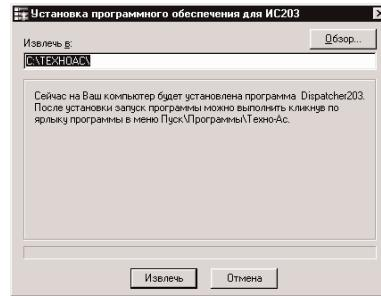

Рис.3
3.3 Для установки программы нужно нажать кнопку "Загрузить" или 2 раза щелкнуть левой кнопкой мыши по строке с названием программы. После запуска программы установки появится окно, пока занное на рис. 3.